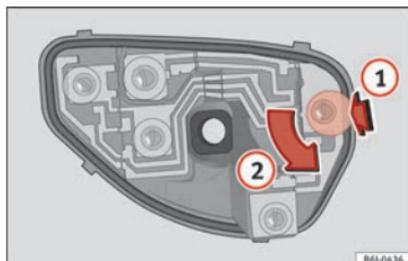

Fig. 110 Cambio delle lampadine delle luci posteriori.
- Una volta tolto il portalampadine, premere nel senso indicato dalla freccia **1** e ruotare contemporaneamente nel senso indicato dalla freccia **2** »» **fig. 110.**